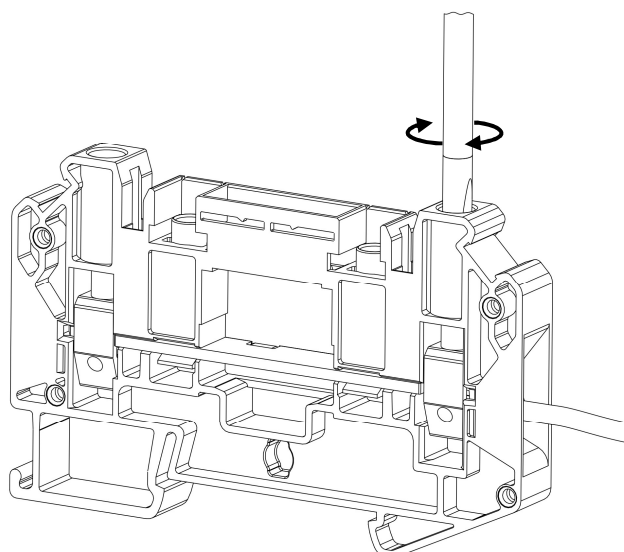

Рисунок 14 – фиксация проводника в точке подключения измерительных клемм
- Закручивая винт отверткой по часовой стрелке, затяните винт до момента фиксации проводника в точке подключения с соблюдением рекомендованного момента затяжки (рис. 14).